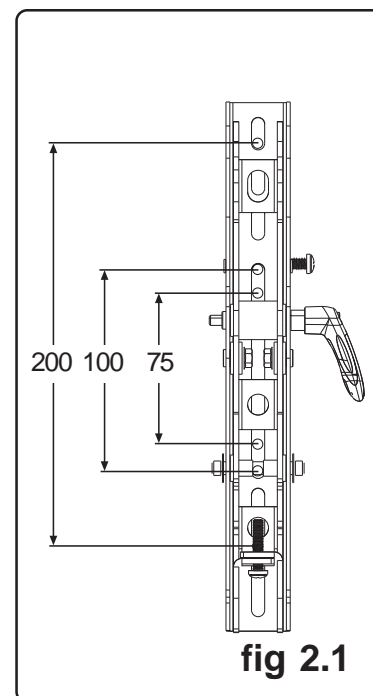

fig 2.1
**2** Para no rayar la pantalla, coloque un trapo sobre una superficie plana y nivelada que sostenga el peso de la pantalla. Coloque la pantalla boca abajo. Coloque los soportes adaptadores (**BB** y **CC**) y alinéelos en la parte trasera de la pantalla, de acuerdo con la configuración de agujeros de VESA®, como se muestra en la ilustración 2.1. Para recibir más información de la compatibilidad de las pantallas, consulte la lista de interface de LCD de nuestra página Web: [www.peerlessmounts.com](http://www.peerlessmounts.com).